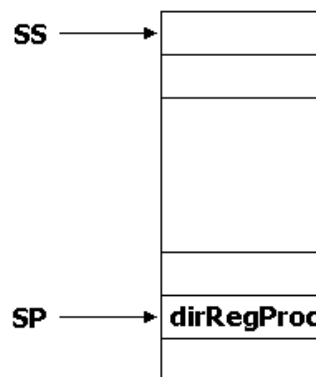

Figura 6-4
1. En la figura 6-4, se muestra el estado de la pila inmediatamente después de entrar al procedimiento. Note que en la localidad apuntada por el tope de la pila se encuentra la dirección de regreso del procedimiento *dirRegProc*.
El estado final de la pila se muestra en la figura 6-4.